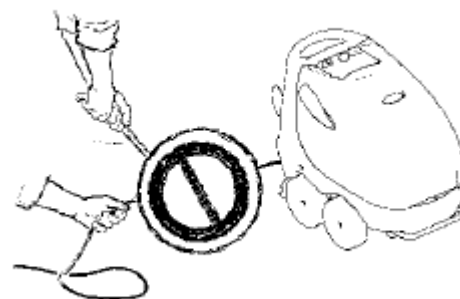

рис.5
7. Никогда не используйте электрокабель или соединительные трубки для передвижения аппарата. Не используйте электрокабель для непосредственного включения и выключения аппарата (рис.5). Не используйте аппарат, если поврежден электрокабель, шланг, пистолет или какие-либо другие части аппарата.